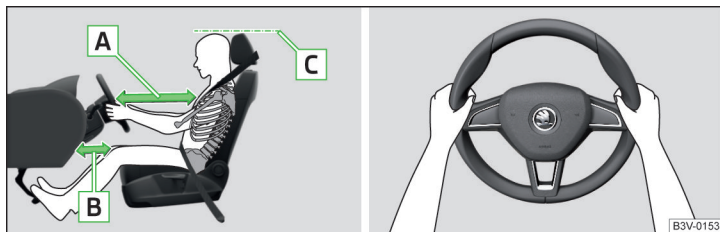

Fig. 1 Poziția corectă a scaunului șoferului/Poziția corectă la volan
- ✓ La autovehicule cu airbag pentru genunchii șoferului, reglați longitudinal scaunul șoferului în așa fel, încât distanța de la picioare **[B]** » fig. 1 la planșa de bord să fie de minim 10 cm în zona airbagului pentru genunchi.
- ✓ Reglați volanul astfel încât distanța **[A]** dintre volan și torace să fie de cel puțin 25 cm » fig. 1.
- ✓ Reglați tetiera astfel încât marginea superioară a tetierei să se afle, pe cât posibil, la aceeași înălțime cu partea superioară a capului dumneavoastră **[C]** » fig. 1 (nu este valabil pentru scaunele cu tetieră integrată).
- În timpul mersului volanul trebuie ținut cu ambele mâini, de partea exte-rioară laterală, în poziția „orei 9” și „orei 3” » fig. 1. Nu țineți niciodată vola-nul în poziția „ora 12” sau în altă poziție (de exemplu de centrul volanului, de marginea interioară etc.). La activarea airbagului șoferului, aceste poziții incorecte pot provoca accidentarea gravă a mâinilor, brațelor și a capului.
- ✓ Reglați tetiera astfel încât marginea superioară a tetierei să se afle, pe cât posibil, la aceeași înălțime cu partea superioară a capului dumneavoastră » fig. 1 la pagina 9 (nu este valabil pentru scaunele cu tetieră integrată).
- ✓ Reglați tetiera astfel încât marginea superioară a tetierei să se afle, pe cât posibil, la aceeași înălțime cu partea superioară a capului dumneavoastră » fig. 1 la pagina 9.